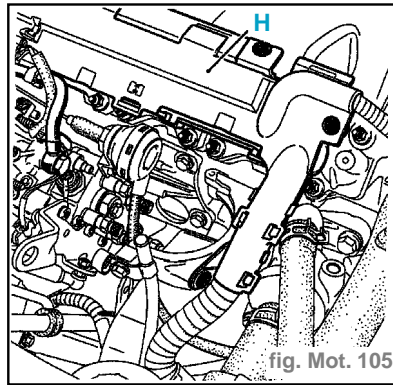

fig. Mot. 105
- l'écran plastique (H) (fig. Mot. 105),